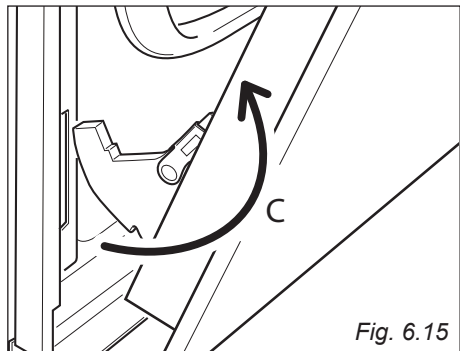

Fig. 6.15
- Estrarre i ganci delle cerniere (destra e sinistra) dal loro alloggiamento (freccia "C" - fig. 6.15).